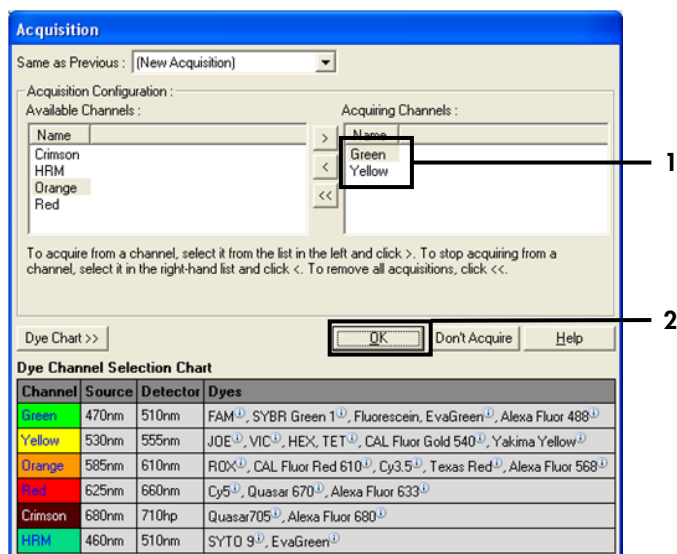

Figura 27. Adquisición en el paso de ciclado a 60 °C. 1 = canales seleccionados; 2 = "OK" (Aceptar).
10. Establezca “Green” (Verde) y “Yellow” (Amarillo) como canales de obtención. Para ello, seleccione “>” para transferir estos canales de la lista “Available Channels” (Canales disponibles). Haga clic en “OK” (Aceptar) (figura 27).